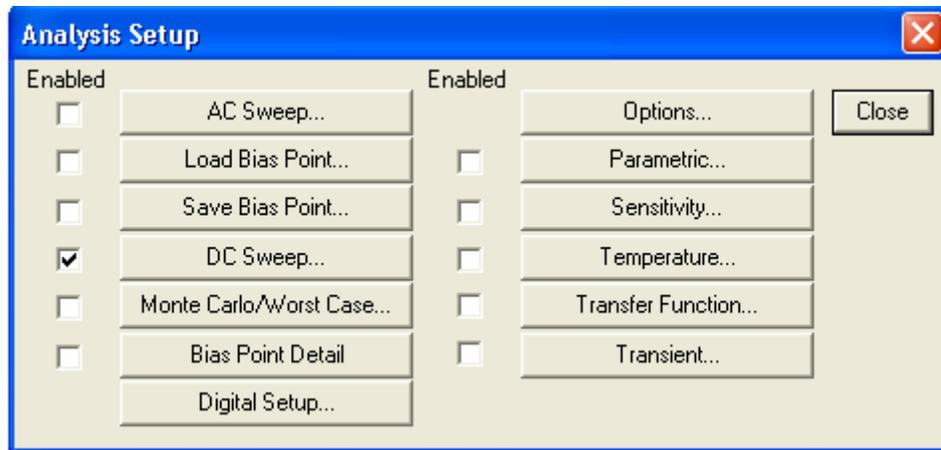

Figure 1.10: Boîte de dialogue de l'option Setup du menu d'Analysis.
- Dans le menu *Analysis*, choisir l'option *Setup*. La fenêtre de dialogue obtenue est représentée à la figure 1.10 :